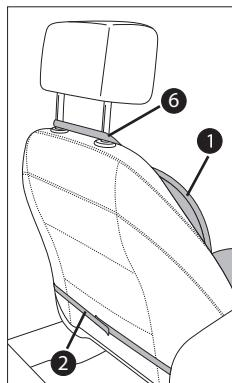

Abb. 2
- Es müssen nicht immer alle Befestigungsgurte ⑥/② benutzt werden. Probieren Sie aus, wie Sie die Sitzauflage am Besten auf Ihrem Sitz befestigen können. Nehmen Sie die folgenden Abbildungen zur Hilfe.
- Bei einer extrem hohen oder breiten Rückenlehne befestigen Sie die Sitzauflage, wie auf Abb. 2 gezeigt.
- Falls Ihr Fahrzeug über einen Seitenairbag verfügt, so achten Sie beim Befestigen der Sitzauflage ① darauf, die Befestigungsgurte ⑥ nur über die Bügel der Kopflehne und nicht über den oberen Teil des Autositzen zu stülpen (siehe Abb. 2). Ansonsten kann es sein, dass der Seitenairbag beeinträchtigt wird!